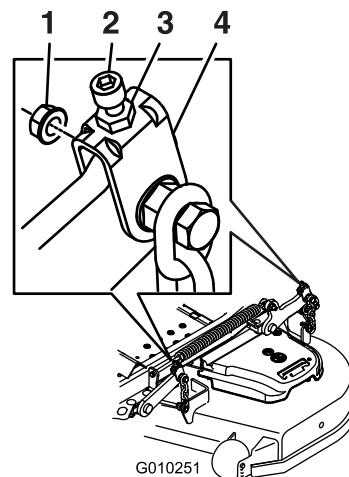

Figura 89
10. Si es necesario, afloje la contratuerca con arandela prensada del lateral de la horquilla y la contratuerca de la parte superior. Gire el tornillo de ajuste hasta obtener una altura de 7.6 mm (3") (Figura 89).
16. Gire el tornillo de ajuste hasta obtener una altura de 8.3 mm (3 1/4") (Figura 89).